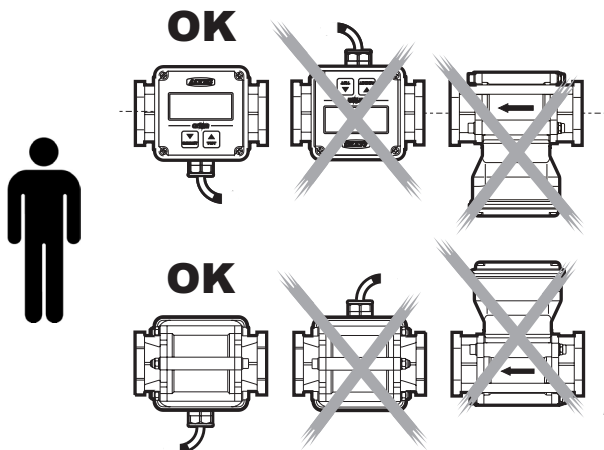

Fig. 2a
- Para un correcto funcionamiento, respetar el sentido de montaje (Fig. 2a y 2b);